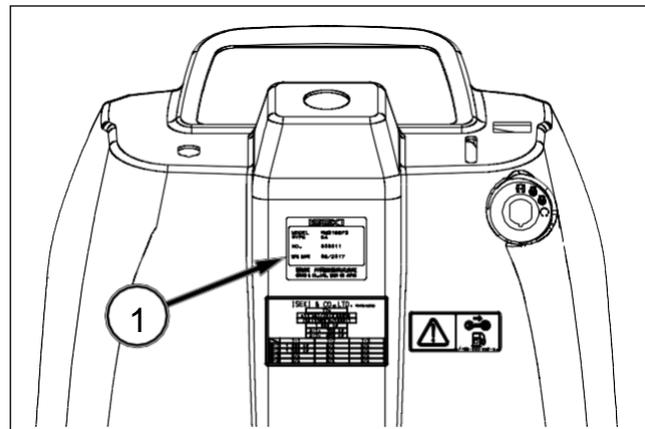

FIG. 29
FIG. 29 y 30: Placa de identificación del tractor (1) situada en el salpicadero. La placa de identificación indica el tipo de tractor, el modelo, el año y el mes de fabricación, así como el número de serie.